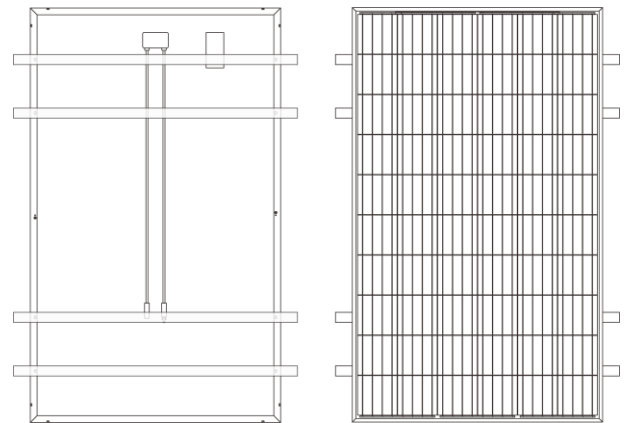

Figure 4 沿短邊固定
- 沿短邊固定。(請參考 Figure 4)
請注意，沿模組短邊固定在支架上時，固定孔應全數固定，如圖 Figure 4，以滿足模組最佳的抗風壓條件。